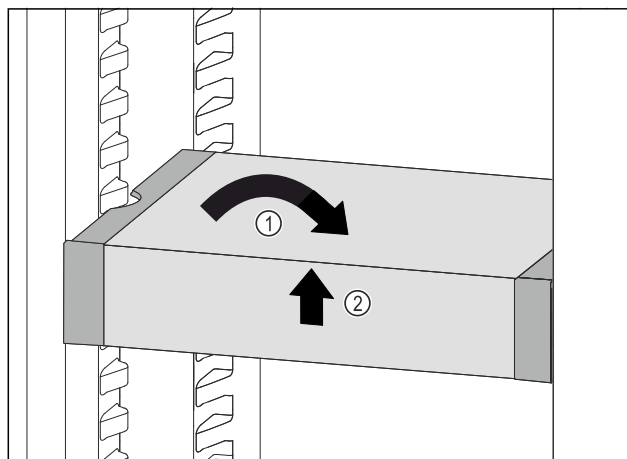

Fig. 128
- ▶ Poziționați drept VarioSafe. Fig. 128 (1)
- ▶ Ridicați în față VarioSafe. Fig. 128 (2)